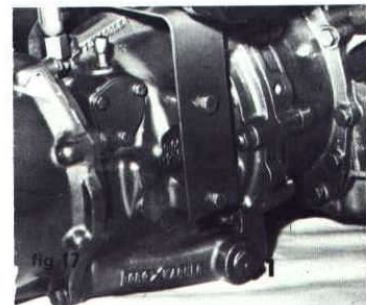

fig. 17
— Sortir le bouchon de remplissage et dévisser celui de vidange (1) [fig. 17] ;